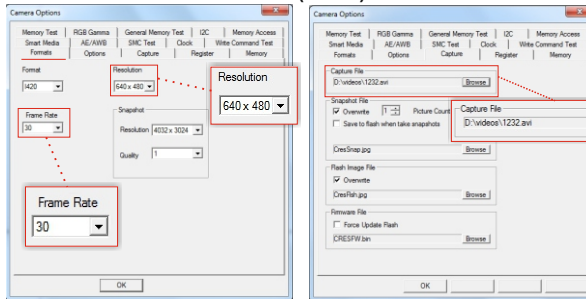

Abb.3
- Im Punkt „Options“/ “Formats” (Abb.3) ist es empfehlenswert, folgende Einstellungen der Aufnahme auf die Festplatte zu wählen: Resolution (Auflösung) (640x480) und Frame rate (Bildfrequenz) (30).